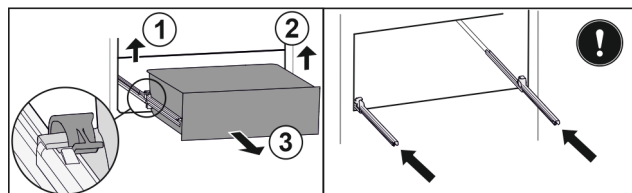

Fig. 214
- Sollevare il morsetto sinistro e allo stesso tempo tirare in avanti il cassetto sinistro. Fig. 214 (1)
- Sollevare il morsetto destro e allo stesso tempo tirare in avanti il cassetto destro. Fig. 214 (2)
- Rimuovere il cassetto tirandolo in avanti. Fig. 214 (3)